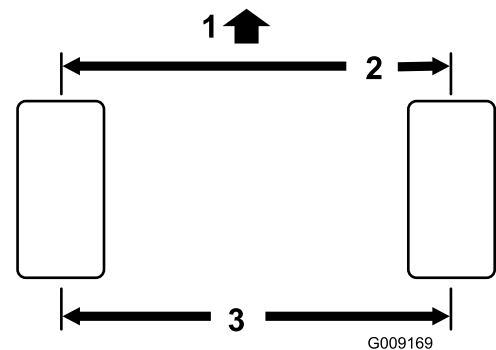

Bild 48
5. Messen Sie den Abstand zwischen den Vorderreifen auf Achshöhe sowohl an der Vorder- als auch an der Rückseite der Reifen (Bild 48).